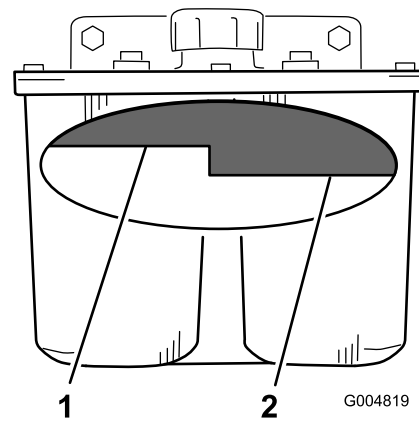

Bild 70
2. Reinigen Sie den Bereich um den Einfüllstutzen des Hydraulikbehälters (Bild 70).
3. Drehen Sie den Deckel vom Einfüllstutzen ab. Schauen Sie in den Stutzen um sicherzustellen, dass Öl im Behälter ist (Bild 70).
Hinweis: Der Füllstand sollte bei heißem Öl die Oberkante der heißen Einfüllmarkierung der Zwischenplatte erreichen (Bild 70).